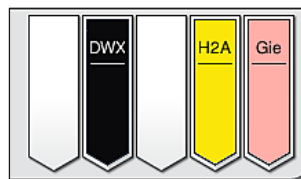

Abb. 87
- Nachdem ein Objektträgerhalter den Färbeprozess durchlaufen hat, wird dieser in die Ausgabeschublade (→ "Abb. 19-4") transportiert und in einer freien Position abgestellt (→ "Abb. 87"). Hierüber wird der Benutzer durch eine Meldung und durch einen Signalton informiert.